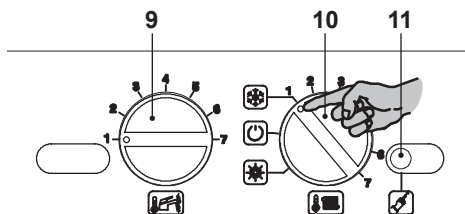
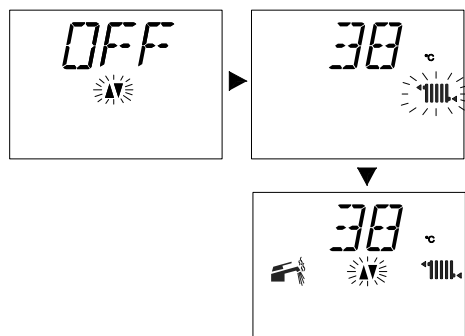

Figura 6.5
Figura 6.6
- Ruotare il selettore di funzione 10 come indicati in Figura 6.5, la caldaia è nella funzione "attesa inverno" nel LCD comparirà l'indicazione visiva riportata nella Figura 6.6.